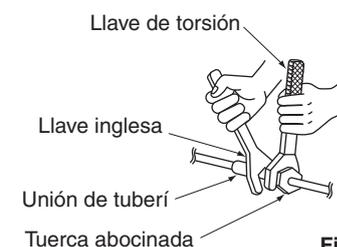

Fig. 2
- Al realizar una conexión abocardada, recubra la superficie interior sólo con aceite de éter o éster de aceite. (Refiérase a la Fig. 2)